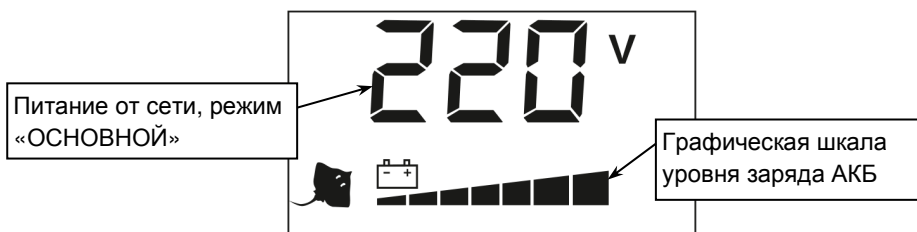

Рисунок 3 — Дисплей, режим «ОСНОВНОЙ».
При наличии напряжения питающей сети в пределах допустимого диапазона (см. п.2 таблицы 1) изделие питает нагрузку от источника входного сетевого электропитания и осуществляет заряд или поддержание заряда внешней АКБ. На передней панели светятся индикаторы «СЕТЬ» и «ВЫХОД». На дисплее отображается соответствующая информация (см. рисунок 3).
- При наличии входного сетевого напряжения в допустимом диапазоне (см. п. 2 таблицы 1), изделие подаст напряжение на нагрузку в режиме «ОСНОВНОЙ», на дисплее отобразится сообщение «220v» (см. рисунок 3), индикатор «АКБ» погаснет, индикатор «СЕТЬ» включится.